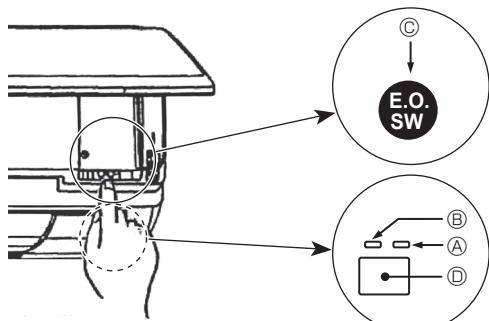

Fig. 5-2
- За да спрете работата, натиснете бутон ④ ⑤ или бутон ③ ⑤ в продължение на повече от 2 секунди.
[Fig. 5-2] ① Лампа DEFROST/STAND BY (Размразяване/В готовност)